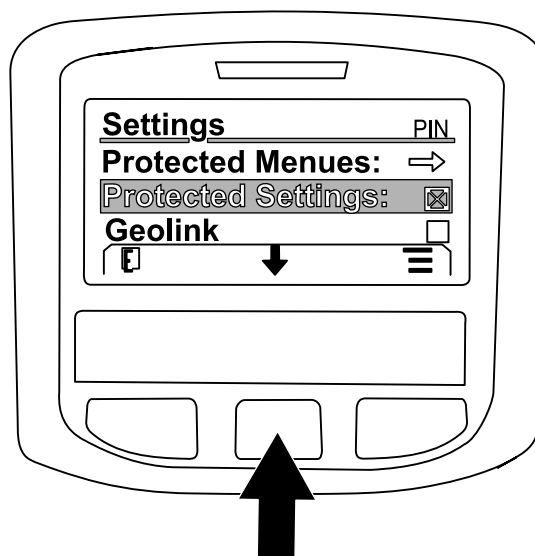

Figura 232
7. Premete il pulsante centrale per navigare all'opzione GEOLINK, poi premete il pulsante destro per impostare l'opzione (Figura 232).